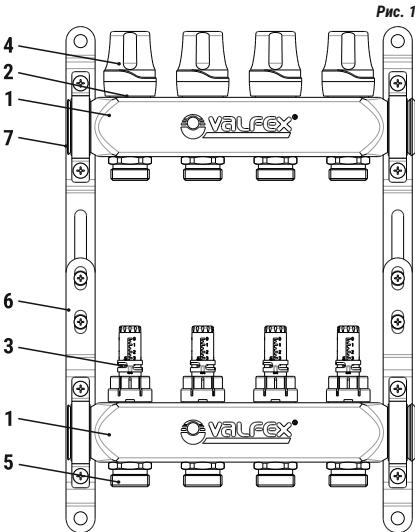

Рис. 1
2.1. Состав коллекторного блока (Рис.1)